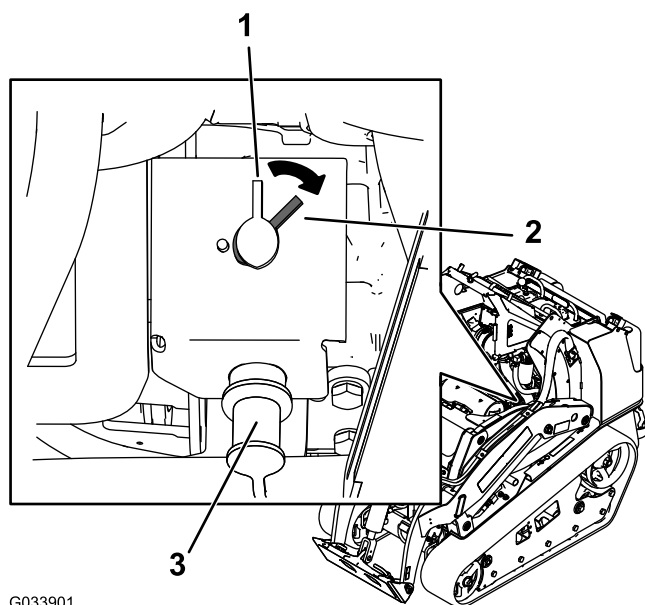

図 50
- 電気系統に通電を行うには遮断スイッチ右に回して ON 位置にする 図 50。
- 電気系統への通電を遮断するには遮断スイッチ左に回して OFF 位置にする 図 50。